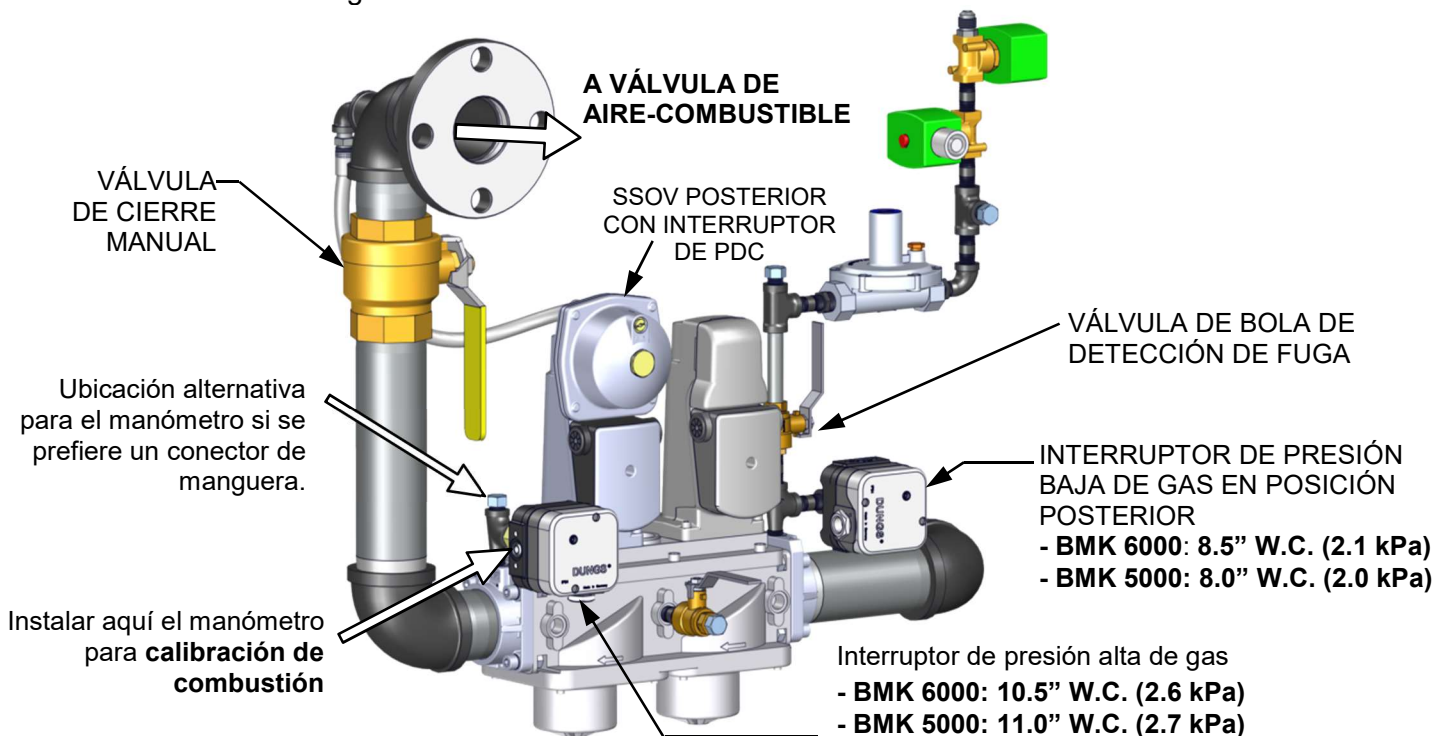

Figura 4-1: Ubicación del puerto para calibración de combustión
El manómetro en la conexión de suministro de gas se instala en una posición anterior o posterior, como se muestra en la Figura 4-1.
En una posición posterior, el manómetro en la conexión de suministro de gas se instala, como se muestra en la Figura 4-1.
3. Para monitorear la presión de gas en el lado posterior a la SSOV durante la calibración de combustión (Sección 4.5.1 y/o 4.5.2, más adelante), localice el puerto del lado del interruptor de presión alta de gas, como se muestra en la Figura 4-1 y afloje un poco el tornillo que se encuentra en la parte interior y ábralo. **No retire completamente el tornillo.** Como alternativa, puede retirar el tapón de 1/4 pulgadas que se muestra en la Figura 4-1 que aparece antes, e instalar un conector de manguera en su lugar.
El Quemador del Piloto deberá inspeccionarse al inicio de cada estación de calor o cada 6 meses en caso de operación continua. Aunque el equipo está construido con acero inoxidable de alta calidad y resistente al calor, se espera cierto ennegrecimiento del metal. No se requerirán ajustes en el Piloto; sin embargo, la presión de gas posterior al regulador deberá revisarse si se presenta algún problema en el encendido. La Figura 4-1 muestra la ubicación del puerto de prueba.